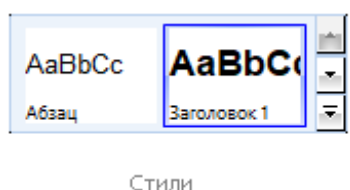

Рисунок 188
- 2) На инструментальной панели **Главная** в группе **Стили** откройте выпадающий список стандартных стилей (рисунок 188).